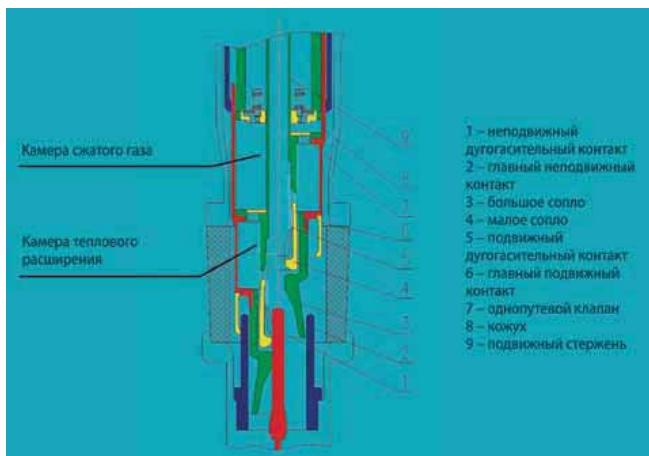

Рис. 4.2 Принципиальная схема дугогасительной камеры
4.2 Дугогасительная камера автоматического выключателя (рис. 4.2)